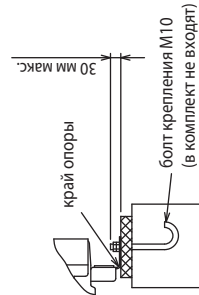

Рис. 1 (без съемной опоры)
- ① Проверьте прочность основания, предусмотрите слив дренажа (при работе прибора на некоторых его элементах конденсируется влага), подключение фреоновых труб и кабелей.
- ② Установочные опоры должны прочно располагаться на основании (рис. 1 и 2).
- ③ Болты крепления должны выступать не более, чем на 30 мм (рис. 1 и 2). Если болты крепления закручиваются после установки блока на основание, то используйте крепежные пластины (в комплект не входят), см. рис. 3 и 4.
- ④ Изолируйте отверстия, через которые в блок входят фреоновые трубы и кабели, для исключения проникновения в блок мелких животных и воды, которые могут повредить компоненты блока.
- ⑤ При подключении фреоновых труб и кабелей снизу убедитесь, что они не мешают установочным элементам блока.
- ⑥ Следуйте дополнительным рекомендациям, приведенным в „Инструкции по установке“.